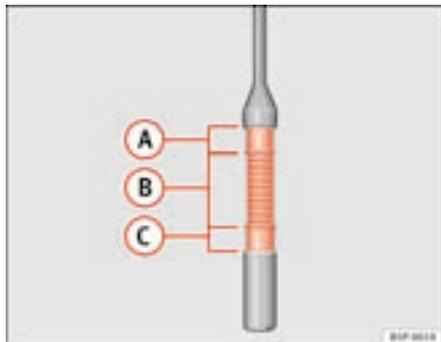

Fig. 125 Vareta de medição do nível de óleo.
- Voltar a retirar a vareta do óleo e controlar o nível do óleo na extremidade inferior da vareta de medição ⇒ fig. 125.
Se o nível do óleo se situar na zona ⇒ fig. 125 **(A)**, não pode ser feito nenhum reabastecimento de óleo.